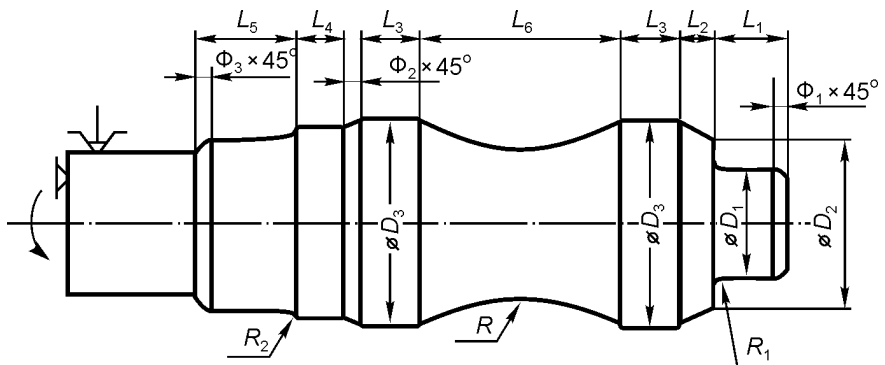

Рисунок 6 – Ескіз деталі до контрольного завдання програмування чистової двоінструментальної обробки валика
4. Скласти КП обробки валика на рис.6 для зазначеного викладачем варіанта завдання (табл.8), що містить: за допомогою постійного циклу L02 проточити канавку довжиною L_1 ; нарізати зовнішню різьбу довжиною L_2 , використовуючи цикл L01; засвердлити отвір D_2 довжиною L_3 та нарізати у ньому різьбу мітчиком, застосовуючи для цього цикли L06 та L07.